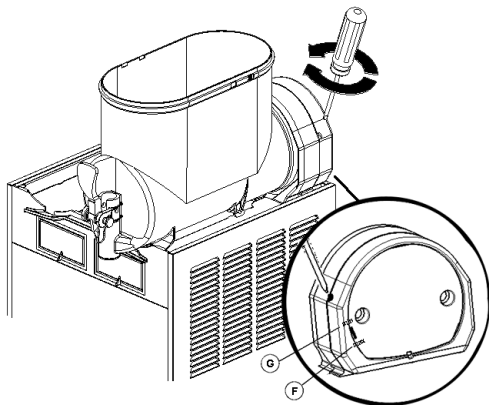

figure 5
**1 Réglage de la densité:** la densité optimale de la granita a été réglée en usine. Si l'on désire modifier cette densité, tourner avec un tournevis la vis de régulation densité située dans chacune des parois postérieures du distributeur (voir figure 5):